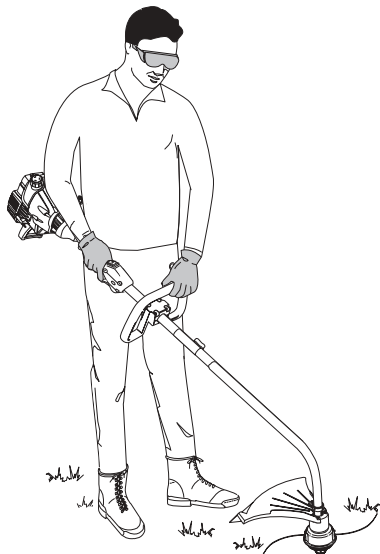

Fig. 2
5. Mientras sostiene la unidad en posición de operación (Fig. 2), coloque la manija en D en la posición que le brinde el mejor agarre.